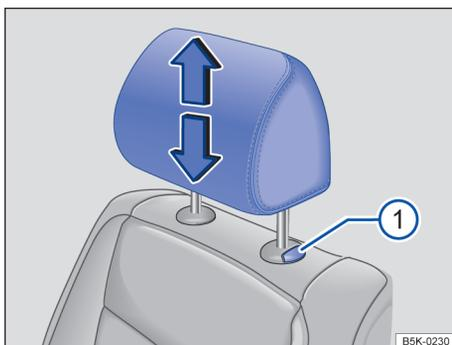
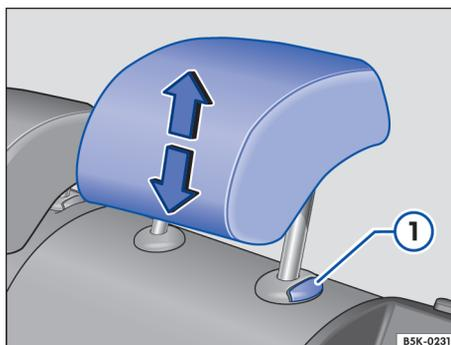

图 34 调节前排座椅头枕
图 35 调节后排座椅头枕
- 沿箭头方向上拉头枕，下压头枕时可按住按钮 ⇒ 图 34 ① 或 ⇒ 图 35 ① ⇒ .
- 按住按钮 ⇒ 图 34 ①，同时将头枕完全拉出。
- 按住按钮 ⇒ 图 34 ① 下推头枕。
- 按压按钮 ⇒ 图 35 ①，同时将头枕完全拉出。 ▶
- 按住按钮 ⇒ 图 35 ① 下推头枕。